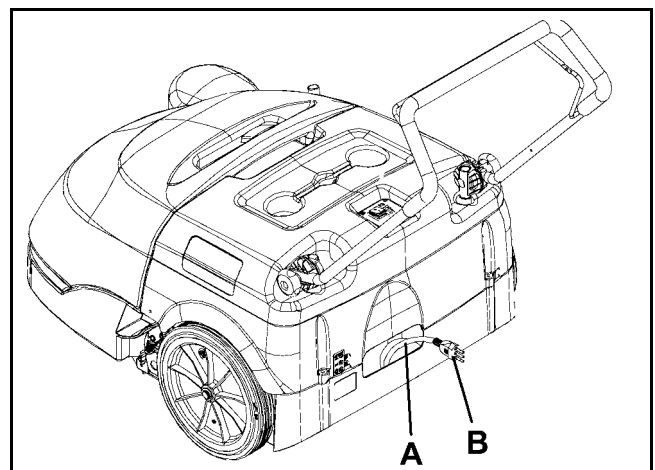

Figure 5
Contrôler soigneusement que le câble électrique (A, Fig. 5) et la fiche (B) ne présentent pas de coupures ou de traces d’abrasion et vérifier qu’ils ne sont pas endommagés. Si besoin est, les remplacer immédiatement dans un Service après-vente Clarke.